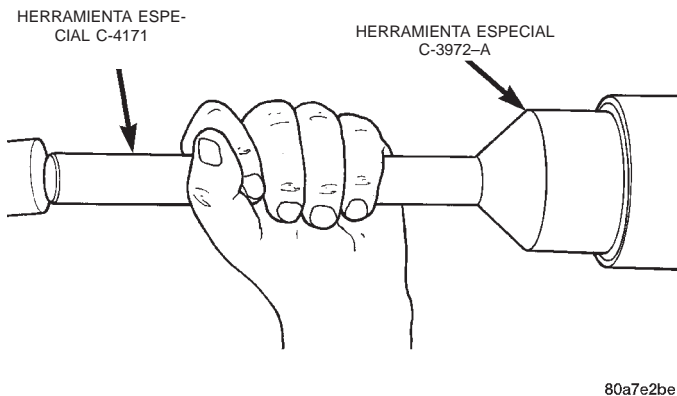

Fig. 54 Instalación de la junta del piñón
(5) Instale el cojinete delantero del piñón y el deflector de aceite, si está equipado.
(6) Aplique una capa delgada de lubricante para engranajes en el borde de la junta del piñón. Instale la junta con el instalador C-3972-A y el mango C-4171 (Fig. 54).